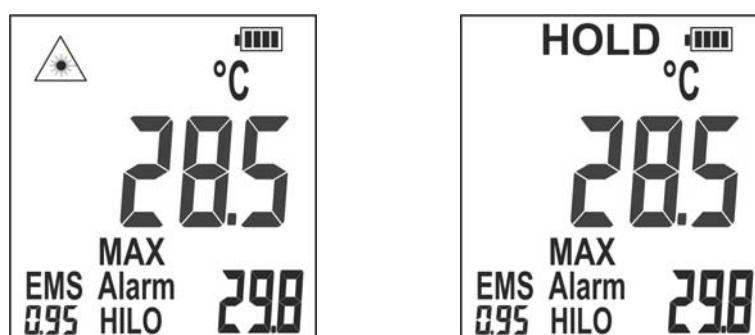

Abb. 18: Anzeige der Messergebnisse
7. Die Trigger **T** Taste loslassen, um die Messung anzuhalten und den letzten gemessenen Wert auf dem Display einzufrieren. Das Symbol "FLASH" verschwindet und die Angabe "HOLD" erscheint im Display (siehe Abb. 18).